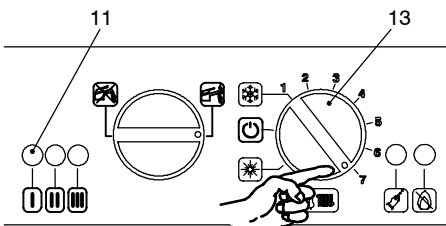

fig. 7.1
- 5 Ruotare il selettore di funzione 13 come in fig. 7.1